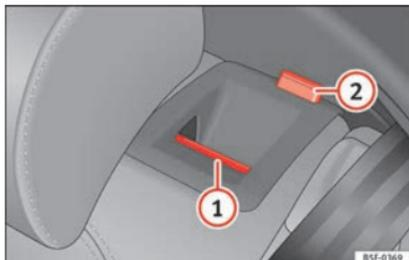

Fig. 111 En el respaldo del asiento trasero: tecla de desbloqueo ①; marca roja ②.
- Tire de la tecla de desbloqueo » fig. 111 ① hacia delante y, al mismo tiempo, abata el respaldo.
- El respaldo trasero está desbloqueado cuando se ve una marca roja en la tecla ②.
El respaldo trasero está desbloqueado cuando se ve una marca roja en la tecla » fig. 111 ②.